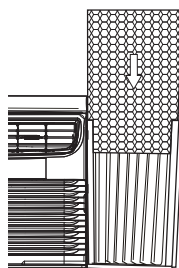

FIG. 24
3. Coloque el lado modelado del panel de aislamiento hacia dentro de la habitación y, a continuación, deslice el panel de aislamiento hacia el marco hasta que el panel caiga completamente dentro del marco de la cortina lateral. Si el panel de aislamiento no se desliza fácilmente por el marco, recorte el panel de aislamiento y vuelva a intentarlo, hasta que el panel de aislamiento encaje en el marco (FIG. 24).